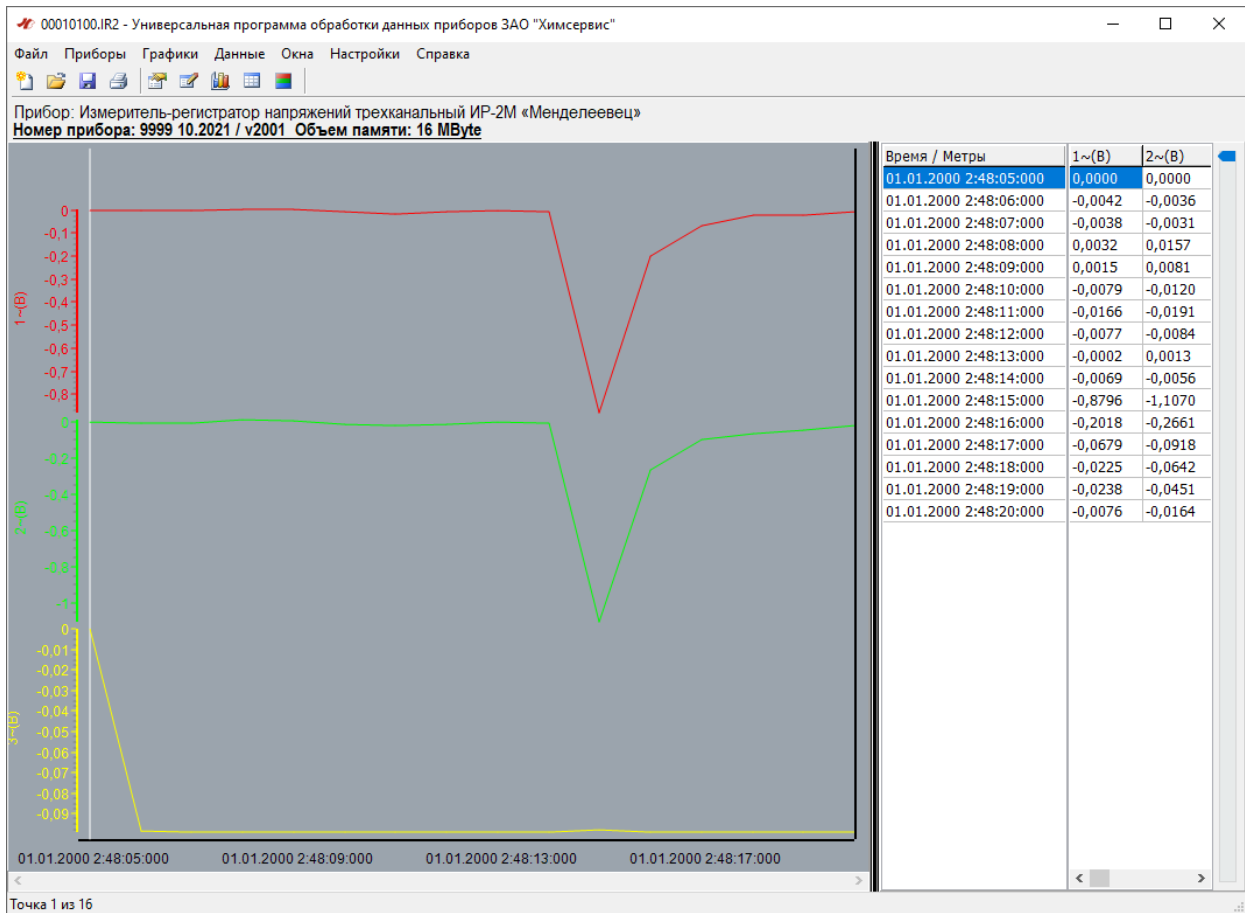

Рисунок 41 – Внешний вид программы для файлов с расширением IR2
3.7.5.3 Необходимо выбрать файл для работы и нажать кнопку «Открыть». Открытие некоторых файлов может занять достаточно длительное время (порядка 1 минуты). Ход открытия файла отображается в главном окне программы. После открытия файла окно программы (в зависимости от типа файла) приобретают следующий вид (рисунок 41 и 42). В левой части окна программы отображаются графики, в правой – соответствующие им данные. Для вызова отдельных функций программы используется главное меню в верхней части окна программы. Некоторые команды также продублированы на панели инструментов.